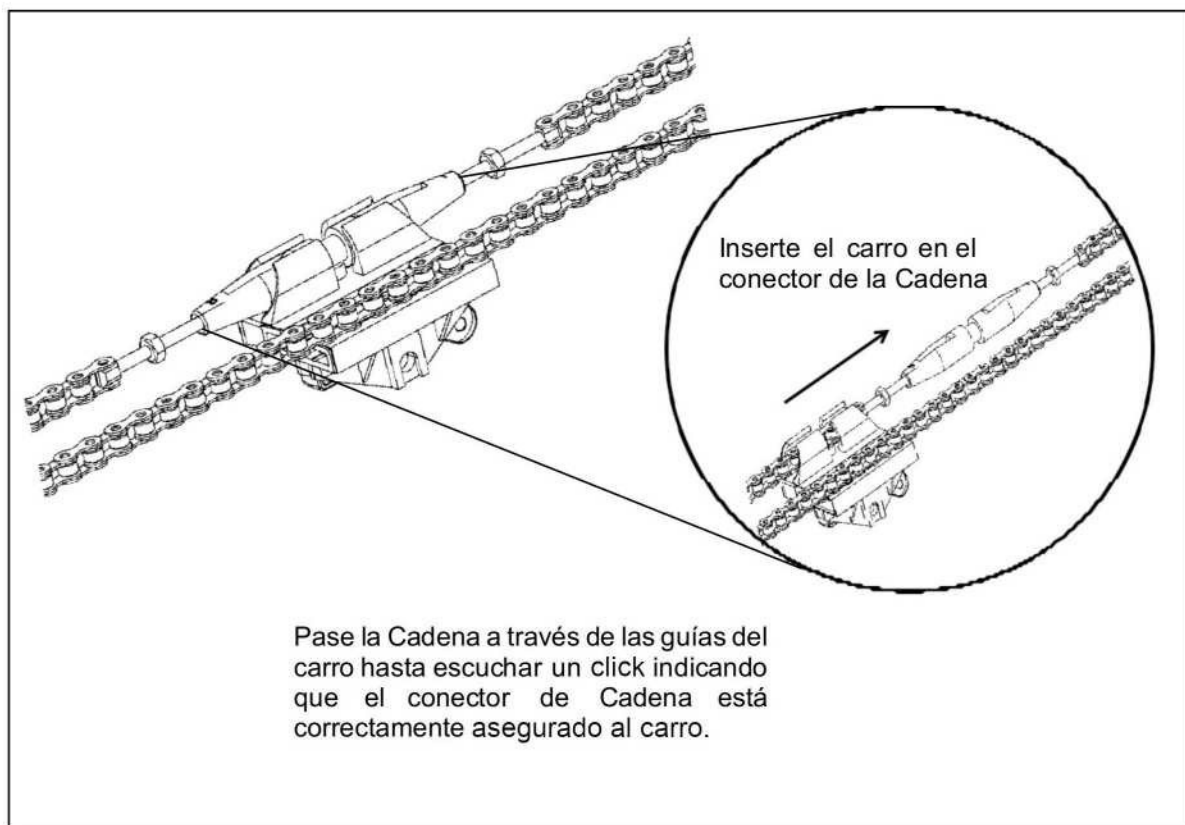

Fig.31
5.16.-Insertando el Carro en el Conector de Cadena para Riel "T". (Fig.31)